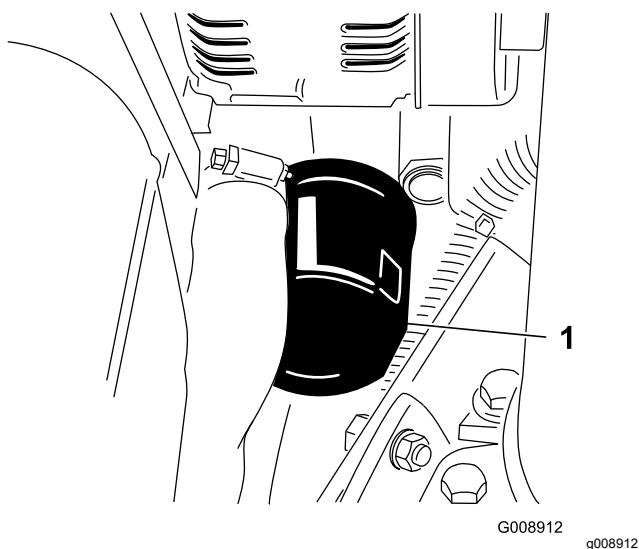

Рисунок 54
- Извлеките масляный фильтр (Рисунок 54). Перед установкой нового фильтра нанесите на его уплотнение тонкий слой чистого масла. **Не перетягивайте фильтр.**